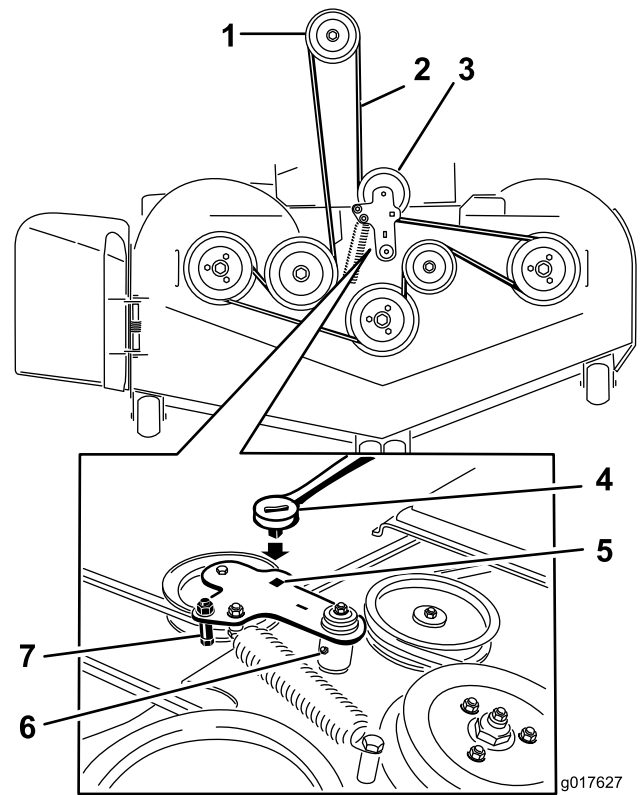

図 61
5. アイドラームについている四角い穴にラチェットを差し込んで、てこの原理でアイドラスプリングのテンションをゆるめる 図 61。
7. スプリング付きのアイドラームについているベルトガイドを外す 図 61。
9. 新しいベルトをデッキのプーリ、およびエンジン下のプーリに取り付ける 図 61。
10. アイドラームにベルトガイドを取り付ける 図 61。
11. 四角い穴にラチェットを差し込んで、アイドラスプリングを取り付ける 図 61。